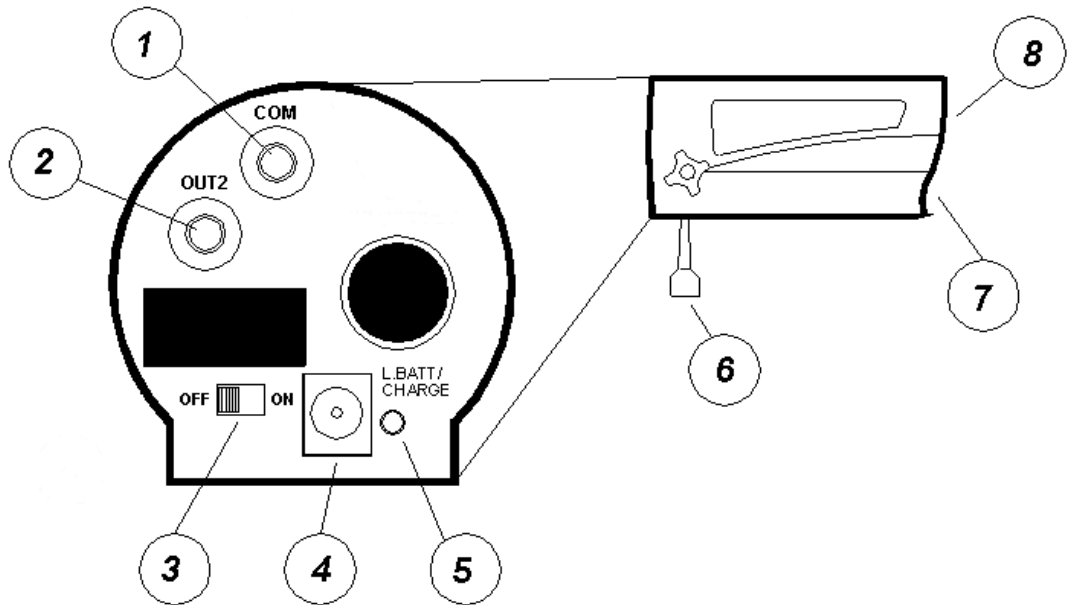

Figura 1
- Tensión de recarga : tensión aplicada al jack de recarga (ver Figura 1 nº 4) La tensión tiene que estar comprendida entre 8V y 13V (la utilización de una tensión superior a los 13V está altamente desaconsejada ; para tensiones superiores, existe un elemento de protección (varistor) que interrumpe el sistema de alimentación. El circuito se restablece cuando las condiciones de tensión vuelven a su rango operativo.
En el caso de querer recargar inmediatamente el acumulador, sin efectuar previamente la operación de descarga completa poner el interruptor (Figura 1 n° 3) en ON y volver a ponerlo rápidamente en OFF. El programa de gestión de la recarga no efectuara el proceso de descarga (paso 2). La recarga directa del acumulador sin efectuar previamente su total descarga, se debe realizar solamente en circunstancias excepcionales pues acorta la vida útil de las baterías.